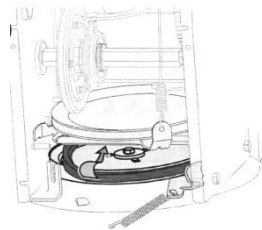

Figure 18
- Le couteau est fixé à l'axe spiralé à l'aide de deux goupilles de sécurité et d'une goupille fendue. Si le coupeur heurte un corps étranger ou une accumulation de glace, le lanceur est conçu de manière à ce que les quilles tournent. Voir la figure 18.
- Glissez la courroie de direction entre la roue de friction et son disque. Voir la figure 18.